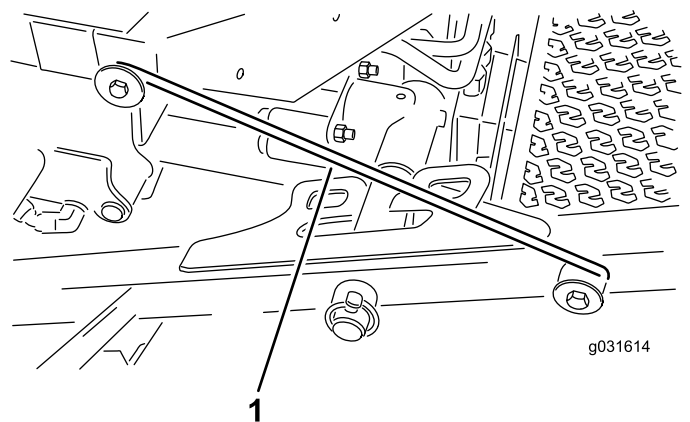

Figure 31
4. Dégagez la barre de verrouillage de son point d'accrochage sur le bâti porteur avant (Figure 31).
5. Soulevez l'extérieur des plateaux de coupe avant et placez le verrou sur la goupille du cadre à l'avant de la plateforme de l'utilisateur (Figure 31).